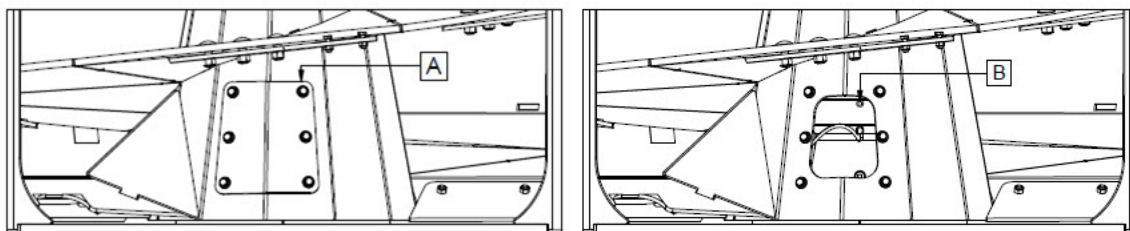

Figure 51 — Graissage des planétaires
1. Enlevez la trappe de visite (repère A, Figure 51).
3. Graissez le planétaire jusqu'à ce que de la graisse sorte du trou situé sur le haut du planétaire (repère B, Figure 51).